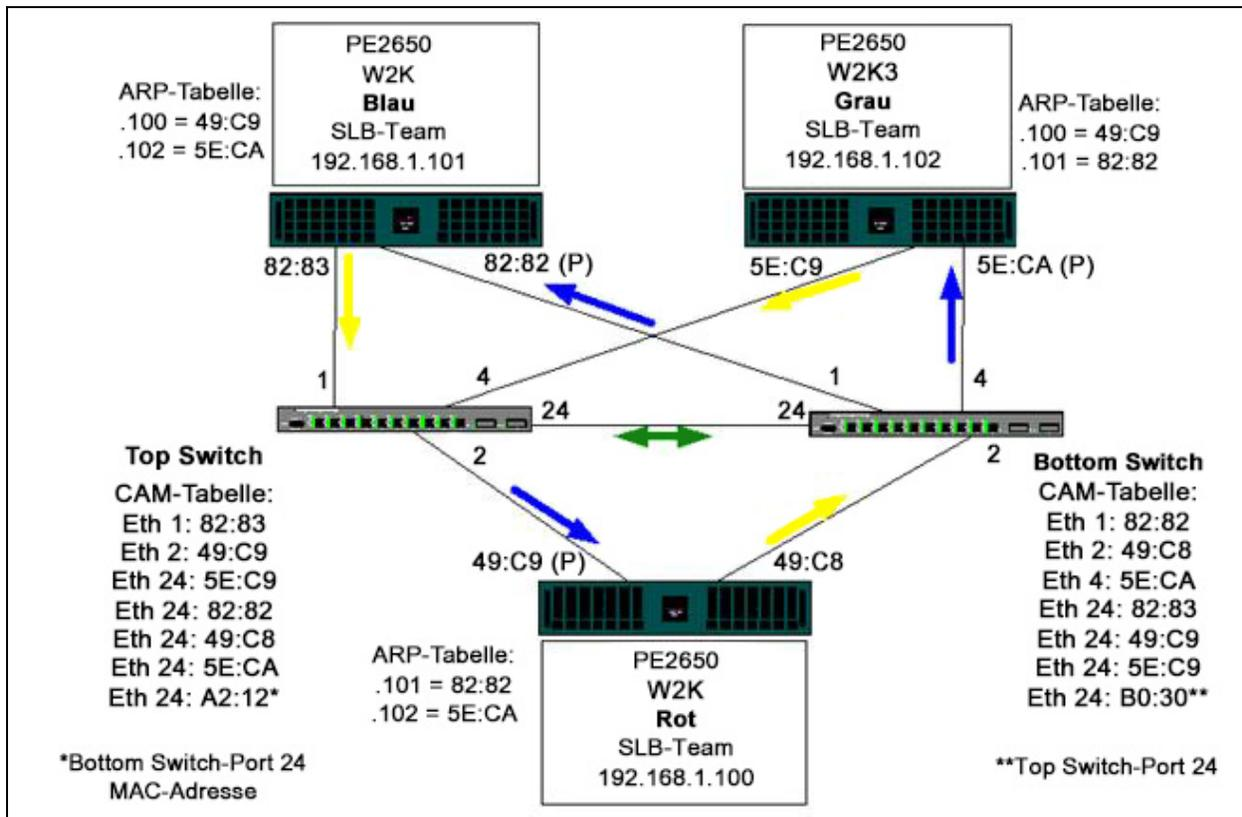

Abbildung 11-4. Switch-übergreifendes Teaming mit Schnittstelle
- In Abbildung 11-4 ist das Verbindungskabel vorhanden.